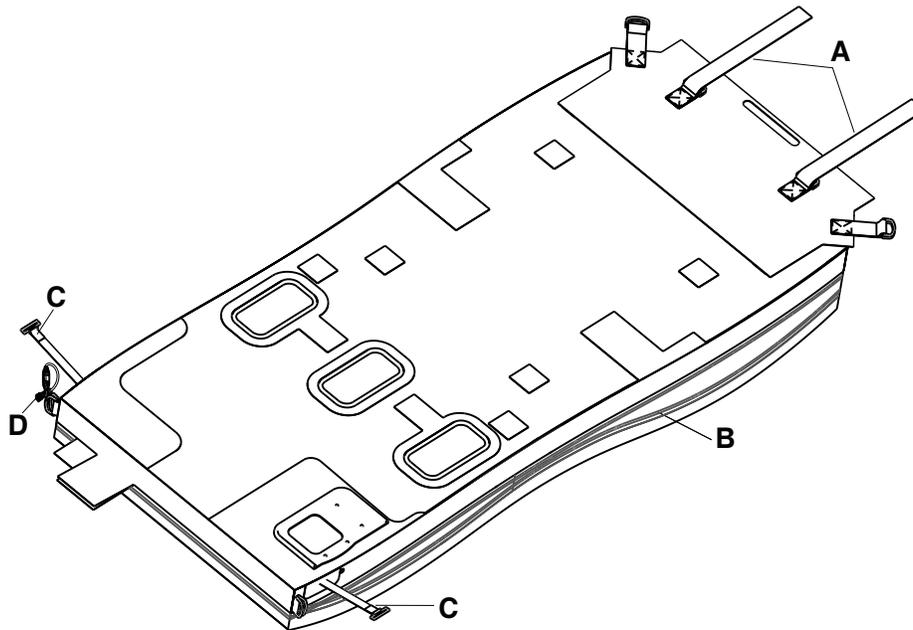

Figure 2 – Housse inférieure de la surface de support
5. Desserrer et retirer les sangles de retenue (A) qui fixent la surface de support au dossier (Figure 2).